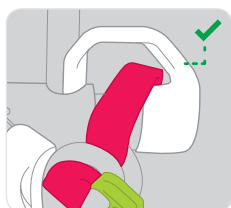

Figura 8
- Asigurați-vă că ghidajul frânghiei de eliberare este nedeteriorat (figura 8).